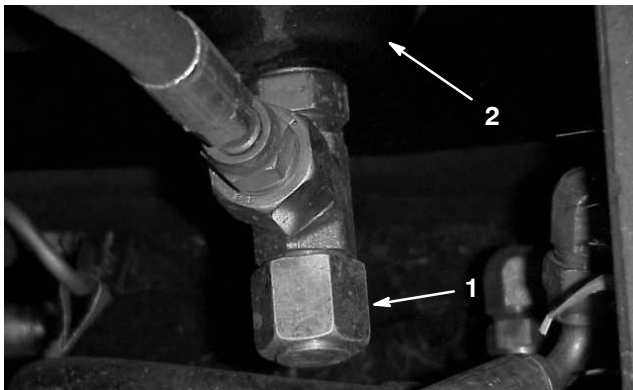

Figure 49
2. Localisez les bouchons à droite derrière la roue avant, au centre arrière et au centre avant du réservoir (Fig. 49).
1. Placez un bac de vidange sous le réservoir. Retirez un par un les 3 bouchons de vidange et laissez couler l'huile dans le bac (Fig. 49).